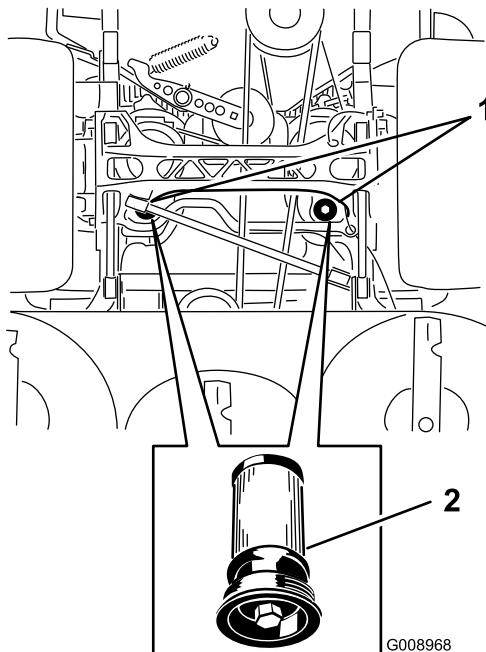

Figura 83
- Collocate una bacinella di spurgo sotto il filtro, togliete il filtro usato e pulite la superficie (Figura 83).
- Spalmate uno strato sottile di fluido idraulico sulla guarnizione di gomma del filtro di ricambio (Figura 83).